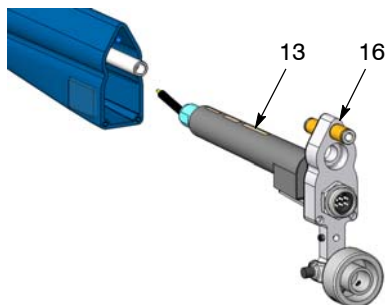

Рис. 30 Извлечение умножителя из корпуса
2. См. рис. 30. Вытянуть из корпуса теплоотвод (16) с закрепленным множителем (13).